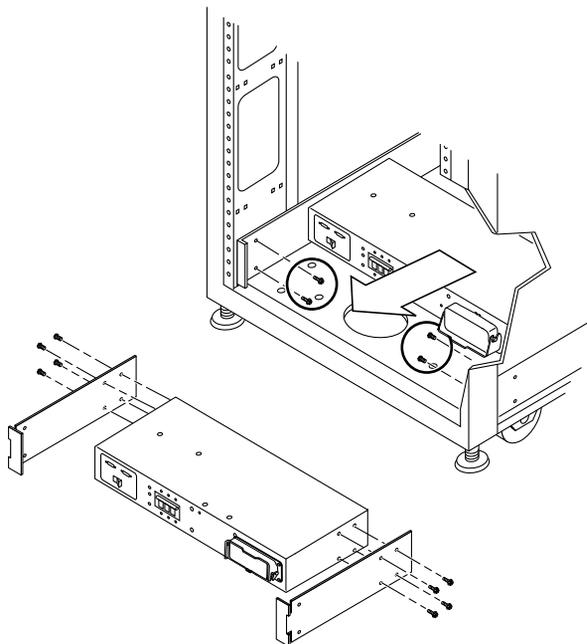

FIGURE 4-7 Retrait du séquenceur d'alimentation
2. **Déconnectez le câble de l'adaptateur du commutateur à partir du connecteur de l'unité d'alimentation correspondant au dos du séquenceur d'alimentation (FIGURE 4-7).**
1. Faites glisser le séquenceur d'alimentation dans le système de stockage (FIGURE 4-7).